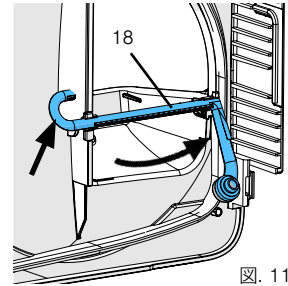

図. 11
- 曲がった部分を持って、リンス管 (18) を後方に回転させながら、取り出してください（図11）。